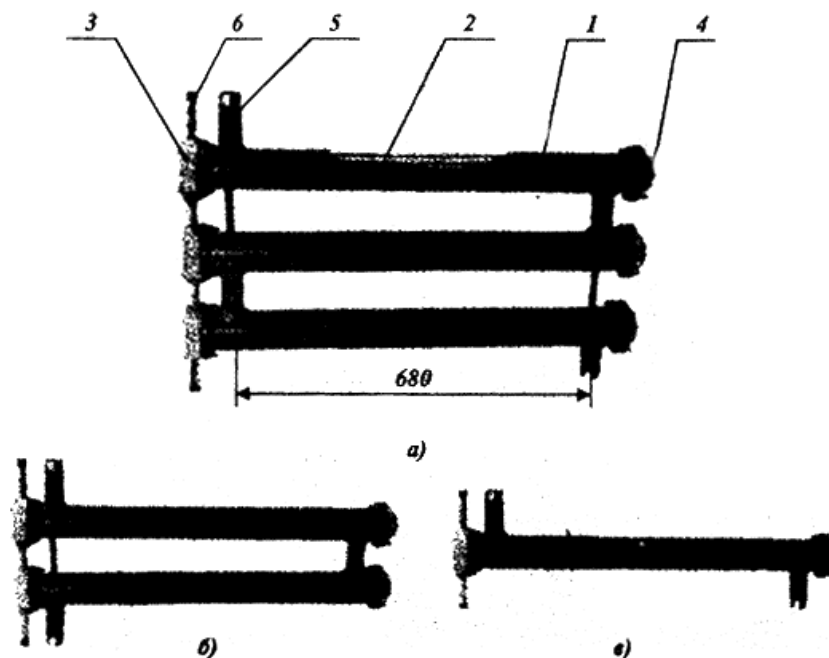

Рис.1.
2.1. Внешний вид водонагревателя по исполнениям приведен на рис. 1 (а, б, в)
Водонагреватель состоит из следующих основных частей, см. рис. 1(а, б, в)